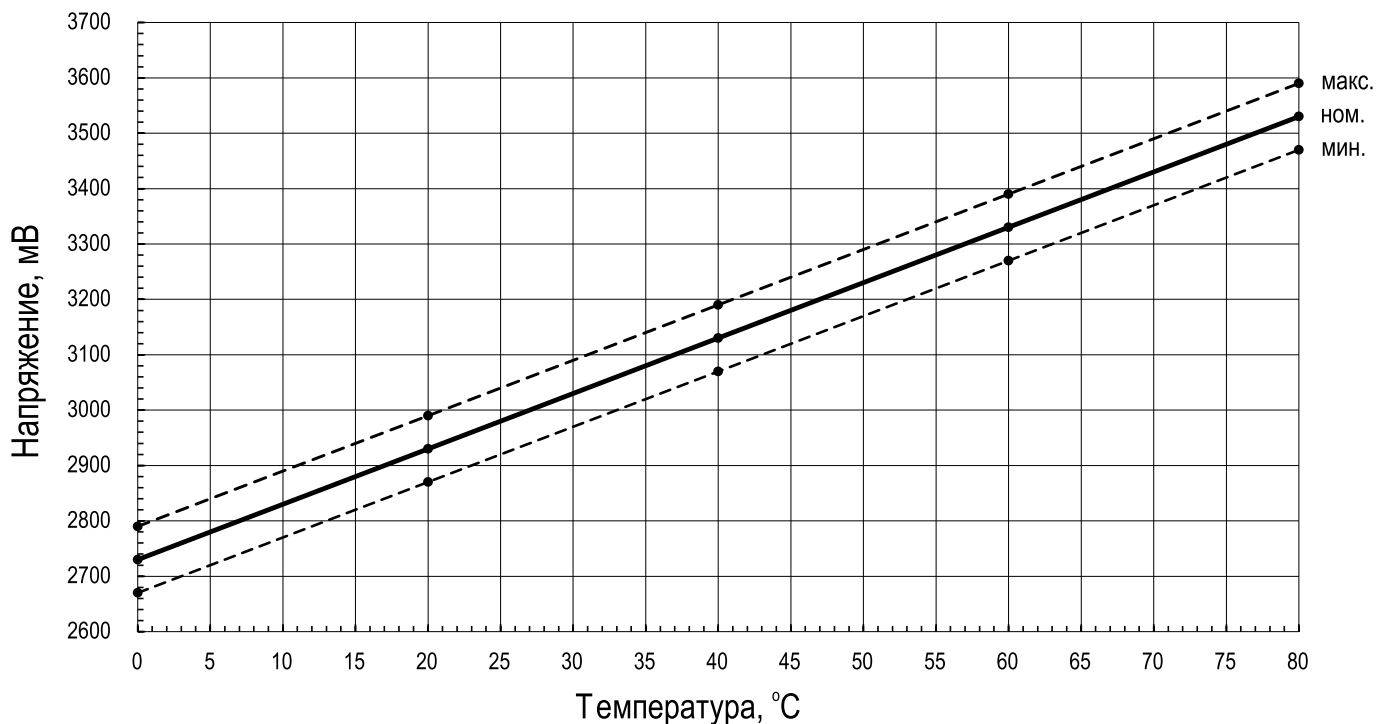

Рис.3 Напряжение на датчике в зависимости от температуры
5.1. Датчики температуры можно проверить путем измерения напряжения на них, зависящего от температуры окружающей среды (см. Рис.3).